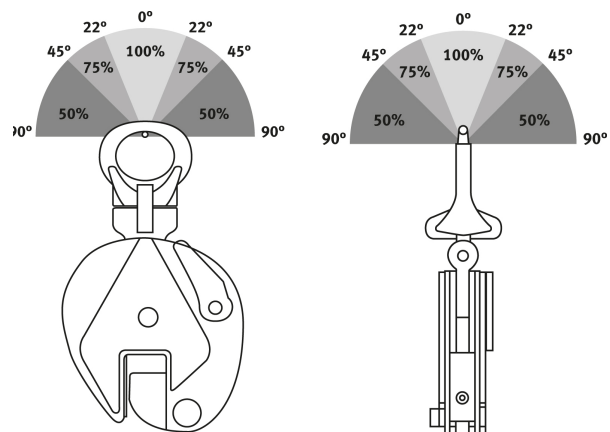

Abb. 5: Erlaubte Tragfähigkeit
Schritt 2: Die Hebelklemme kann dank der schwenkbaren Öse zum Heben und Transportieren in verschiedenen Winkeln verwendet werden, aber die Schwenköse begibt sich beim Heben in Schrägstellung, infolgedessen reduziert sich die Tragfähigkeit (s. Abb. 5).